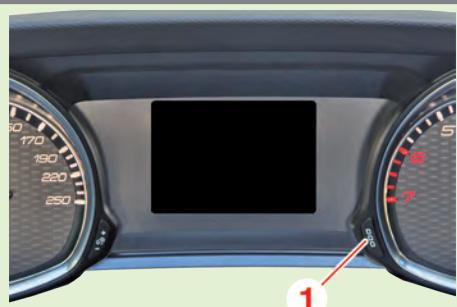

Fig.2
- Après avoir effectué un entretien, il est nécessaire de réinitialiser l'indicateur de maintenance (Fig.2) :
- Appuyer sur le bouton (1) et le maintenir enfoncé.